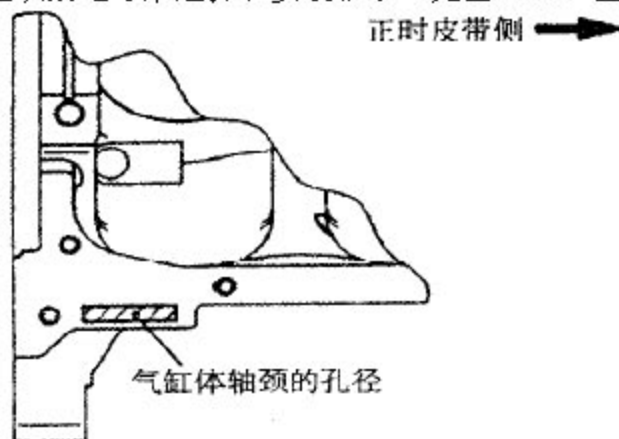
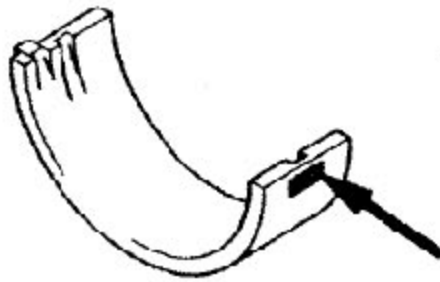

图 3-63
图 3-64
b). 表示气缸体轴承孔径的识别记号是用发动机前面的 1 号刻印在所示的位置。必须根据这些识别记号来选择和安装轴承（见图 3-63、图 3-64）。